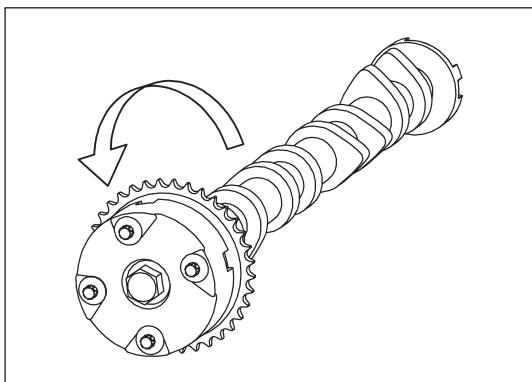

Рис. 12-4-8. Проверка муфты системы VVT-i
- ③ Подать сжатый воздух в масляное отверстие со стороны угла запаздывания, чтобы провернуть корпус муфты системы VVT-i в направлении угла опережения (как изображено на рис. 12-4-8). Ориентировочное давление составляет 150 кПа (это приблизительное значение; можно использовать другое давление, достаточное для освобождения фиксирующего штифта). Повторить прокручивание 2~3 раза, убедиться в свободном вращении и остановке вращения при повороте на 30°. Если процедуру невозможно выполнить, заменить поврежденные детали.